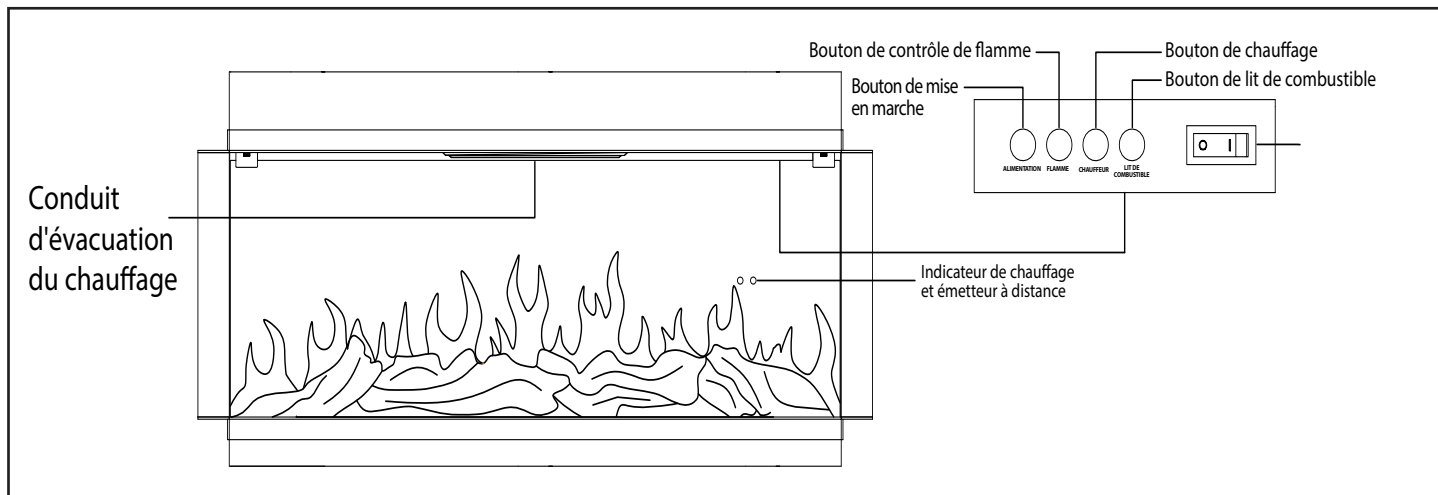

Figure 5.1 Commutateurs à commande manuelle et voyants lumineux
L'appareil peut être utilisé par la télécommande et le bouton manuel situé sur l'appareil. Une fois le disjoncteur activé, l'interrupteur principal peut être réglé sur « ON ». Un bip doit être entendu après la mise sous tension initiale. Voir la figure 5.1.
- La télécommande doit se situer à environ 4,9 m (16 pi) et être pointée directement sur le devant de l'appareil. Pour de meilleurs résultats, pointez la télécommande vers l'emplacement du récepteur distant. Voir la figure 5.1.